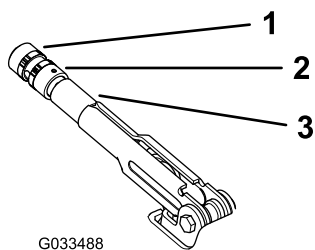

Figura 59
2. Desaperte o parafuso de afinação que fixa o manípulo à alavanca do travão de estacionamento (Figura 59).
3. Rode o manípulo (Figura 59) até ser necessária uma força de 20 a 22 kg para ativar a alavanca.
4. Aperte o parafuso de afinação quando concluir (Figura 59).